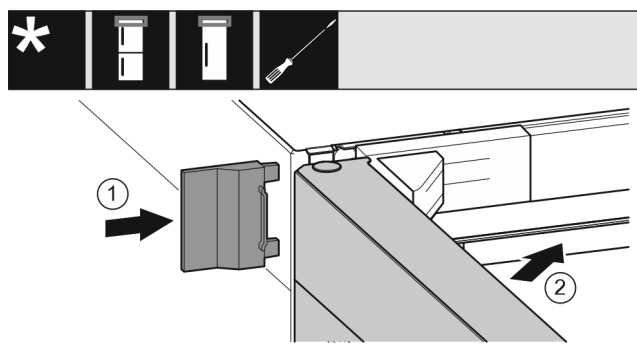

Fig. 22
- Надвиньте внешнюю крышку Fig. 22 (1).
- Закройте верхнюю дверь Fig. 22 (2).